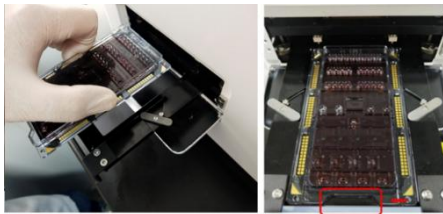

图 12
3.8.4 将制备卡平置于机器上，制备卡的凹口要与机器推板上的凸出位置对应（图 12）。